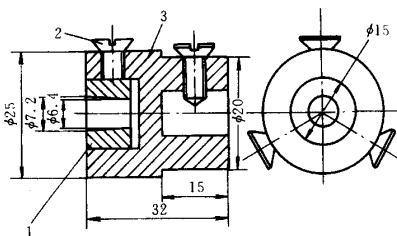

图2 锥形丝杆夹具
首先将千分尺丝杆装入夹具(图2)中,并将夹具安装在手摇研磨机的主动轴上,在待研磨丝杆上套入千分尺螺纹轴套,并在丝杆上均匀涂抹研磨料。一手摇动手柄,一手握住千分尺架或螺纹轴套,不使螺纹轴套随丝杆转动,进行研磨。对磨损严重的丝杆,应先进行粗研,然后再进行精研。
(1) 安装时丝杆的轴心要与夹具和主动轴同心,主动轴本身的径向跳动要尽可能小。
(2) 手握千分尺螺纹轴套或尺架时,不应加向心力或使尺架有下垂力。操作时,力求保持千分尺螺纹轴套或尺架移动平衡。
(3) 应保持速度均匀,经常注意保持千分尺螺纹轴套中的调整螺钉松紧适宜。对丝杆凸出位置研磨数次后,要迅速在丝杆全长上重新研磨2~3次。
(4) 丝杆研磨好后加以清洗,再加少量钟表油润滑,快速往返研几次,以提高表面质量,增加耐磨性。
(5) 在丝杆未全部研磨完毕之前,不要单独取出丝杆。如必须取下时,应连同夹具一同取下,以免重新调整轴心。
(6) 图2中的弹性套、夹具体、螺钉可利用报废千分尺上的部件,也可自制。